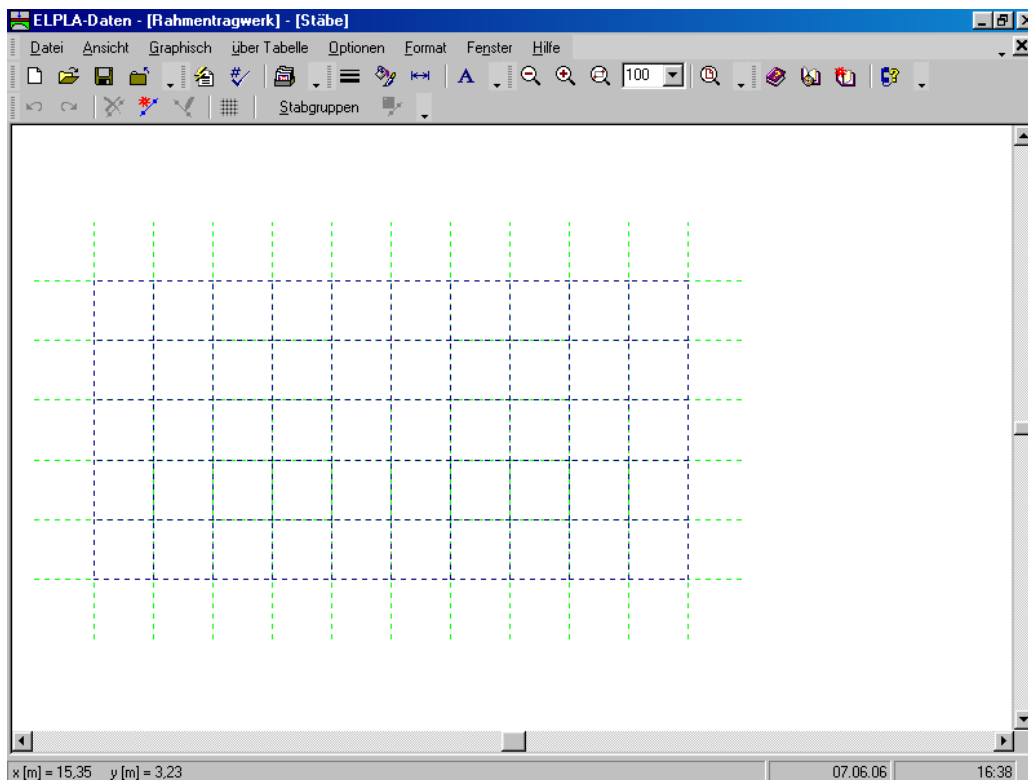
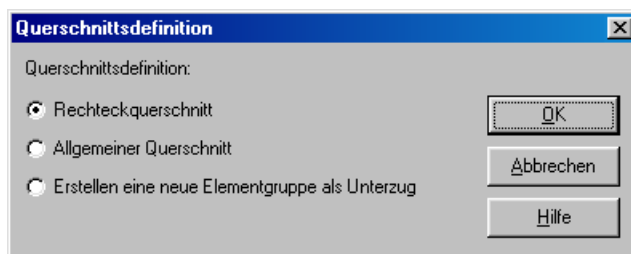
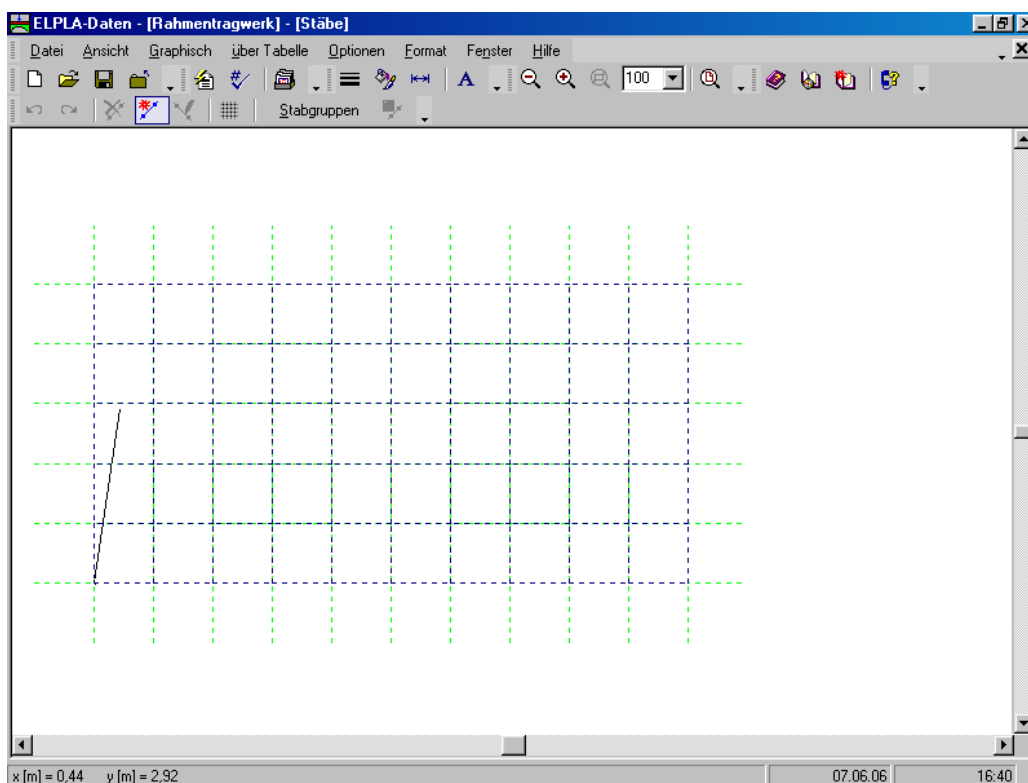
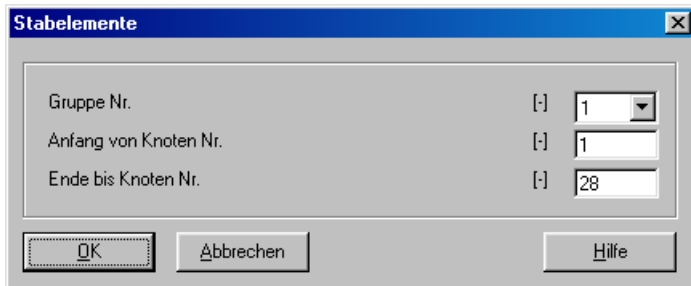

Bild 7-11 Eingebettetes Programm "Stäbe"
Bild 7-12 Optionsfeld "Querschnittsdefinition"
Bild 7-14 Einfügen des ersten Stabs mit der Maus
Bild 7-15 Dialogfeld "Stabelemente"
- Wählen Sie "Daten der Stäbe" aus dem "Daten"-Menü des *ELPLA-Daten*-Fensters. Damit erscheint das folgende Menü im Bild 7-11
- Wählen Sie im Fenster von Bild 7-11 den Befehl "Beschreibung der Stabgruppen" aus dem Menü "über Tabelle". Das folgende Optionsfeld im Bild 7-12 erscheint
- Wählen Sie "Stäbe einfügen" aus dem Menü "Graphisch" (Bild 7-11). Dabei wechselt der Cursor vom Pfeil zum Kreuz. Klicken Sie die linke Maustaste auf den Anfangsknoten des ersten Stabs und schleifen Sie mit der Maus bis zum Endknoten (Bild 7-14), dann klicken Sie auf dem Endknoten. Das Dialogfeld "Stabelemente" im Bild 7-15 erscheint